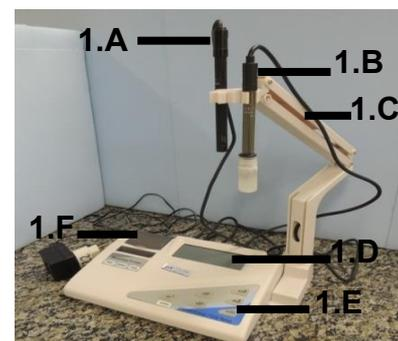

Figura 1. Partes do equipamento.
- 1.1. Eletrodo de condutividade. (figura 1. A)
- 1.2. Eletrodo de pH. (figura 1. B)
- 1.3. Braço móvel. (figura 1. C)
- 1.4. Visor. (figura 1. D)
- 1.5. Teclado. (figura 1. E)
- 1.6. Impressora. (figura 1. F)